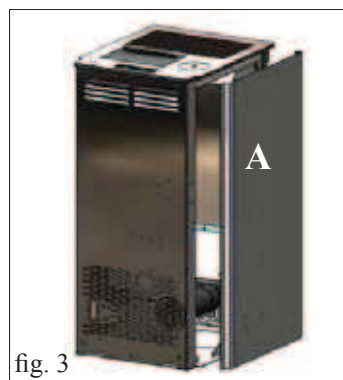

fig. 3
- Smontare il fianco metallico sinistro (A - fig. 3) rimuovendo le tre viti posteriori (B - fig. 2).